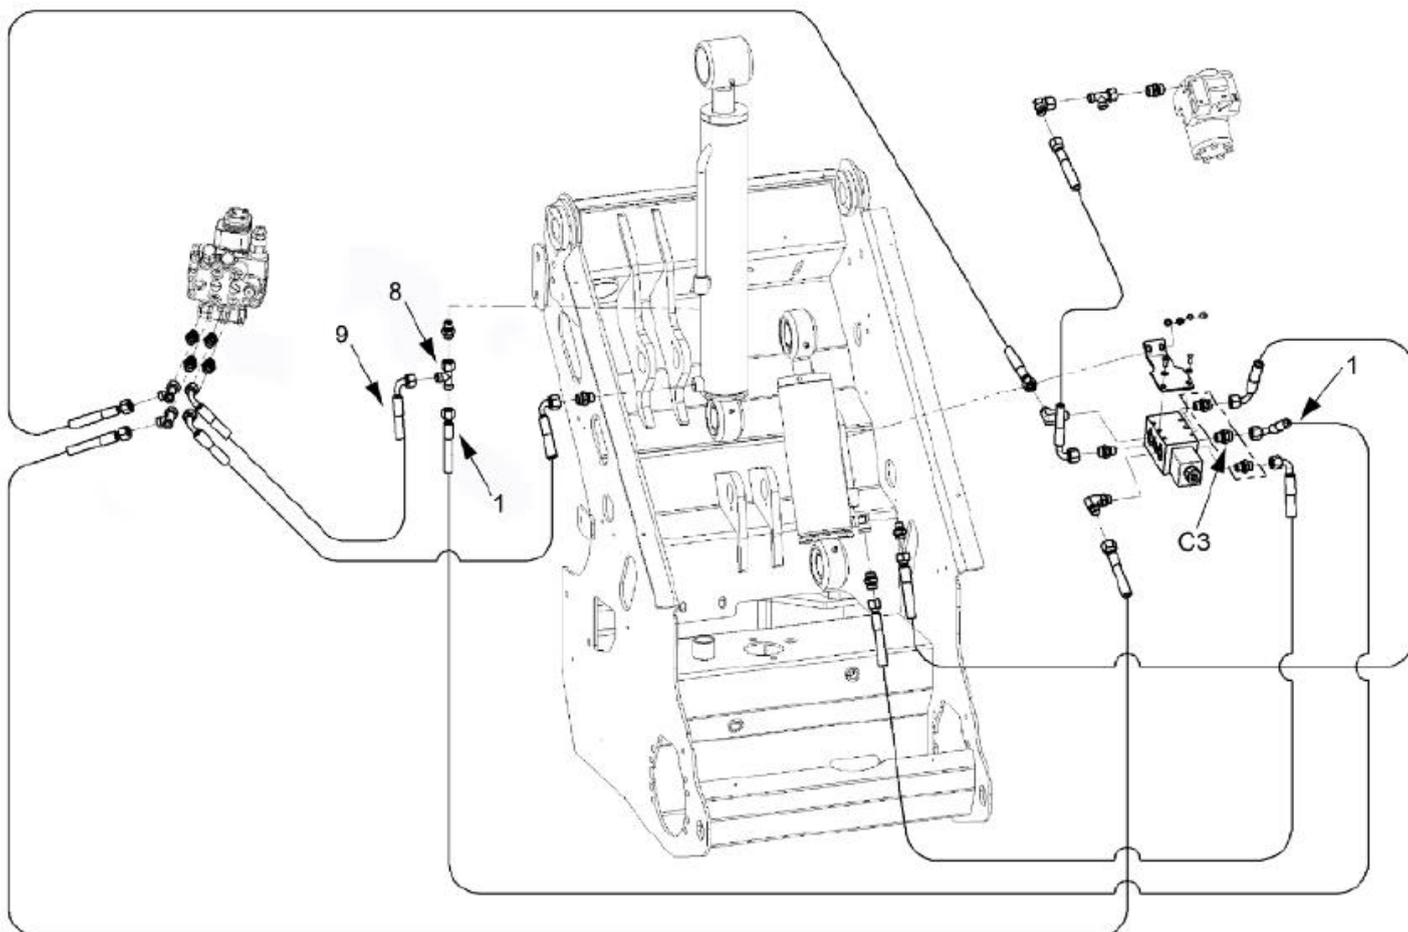
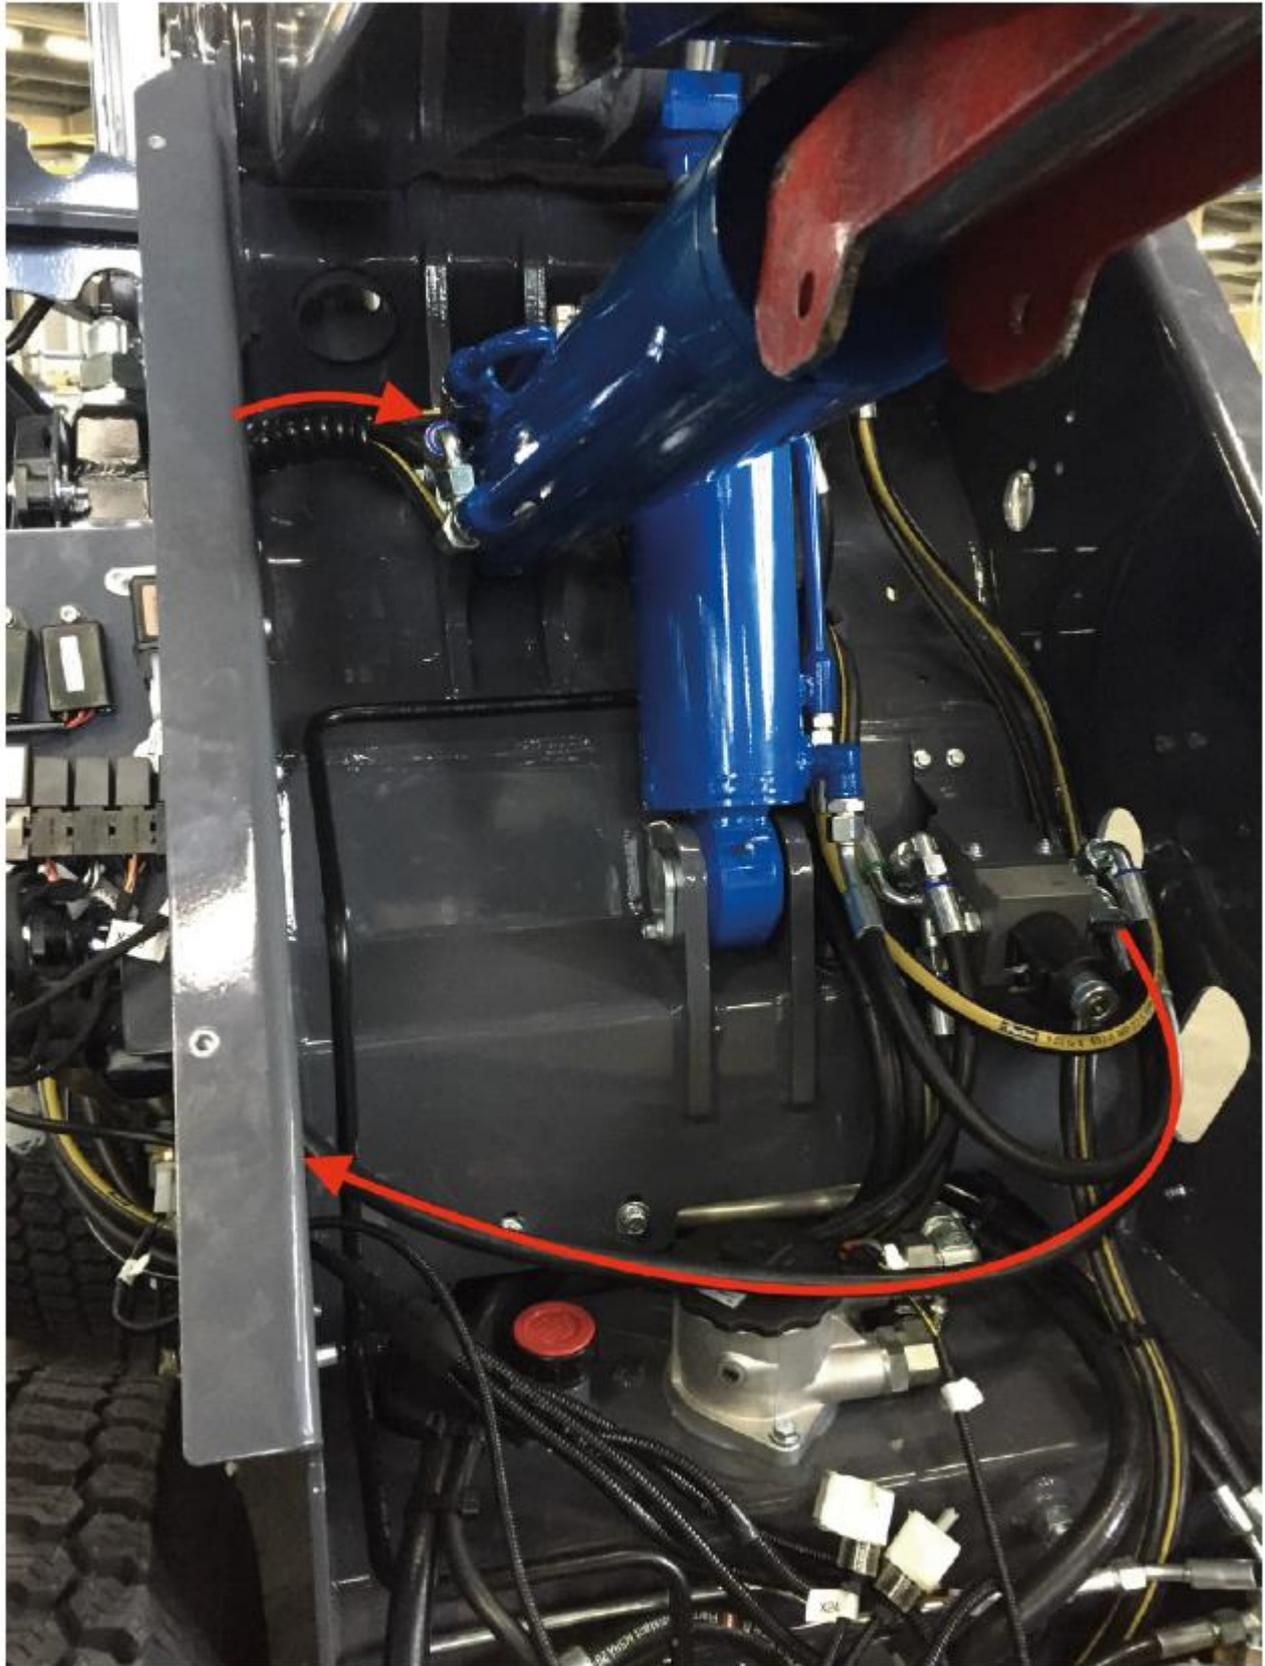
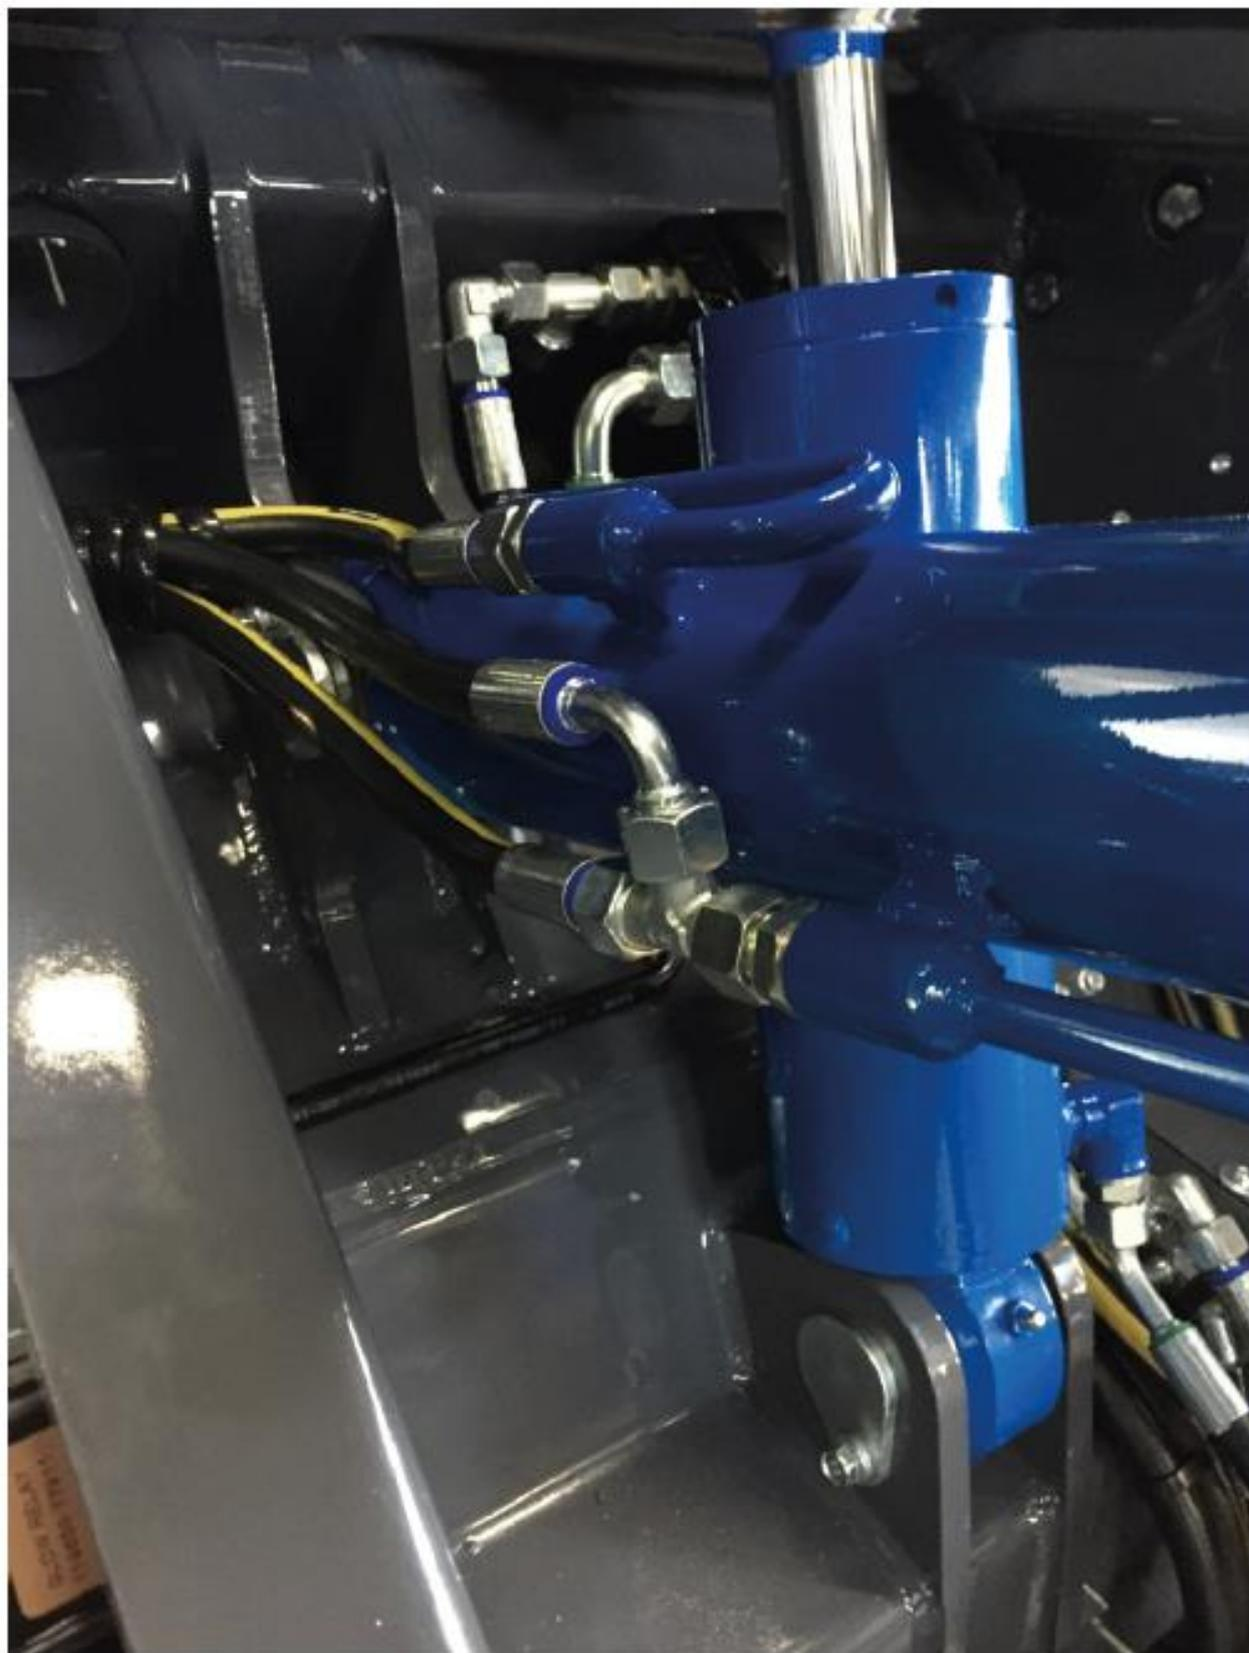

РИС.10
РИС.11
РИС.12
Снимите шланг (9) с возвратного отверстия стрелы. Установите тройник F-M-M 12L (8) на порт возврата стрелы. Подсоедините снятый шланг к свободному концу этого Т-образного фитинга. Руководствуясь РИС.10, РИС.11 и РИС.12, протяните шланг (1) от порта С3 (плавающего клапана стрелы) за корпусом фильтра гидравлического масла, через правую сторону рамы, между охладителем гидравлического масла и рамой и обратно через раму, чтобы закрепить его на свободном конце тройника (8), размещенного на порте возврата цилиндра подъема стрелы.